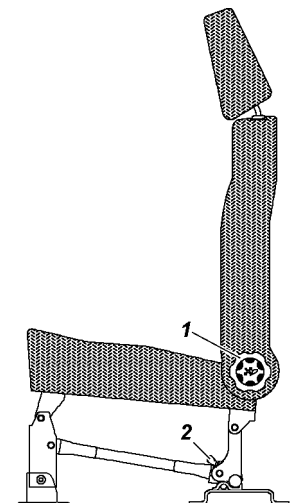

Рис. 3.9. Заднее трехместное сиденье:
Заднее трехместное сиденье (рис. 3.9) может быть разложено для организации спального места или сложено для увеличения объема грузового помещения.
- вращением ручек 1 (рис.3.9) наклоните спинки заднего трехместного сиденья назад до упора в подушки откидных сидений;
- вращением ручек 1 (рис.3.9) наклоните спинки заднего сиденья вперед до упора;